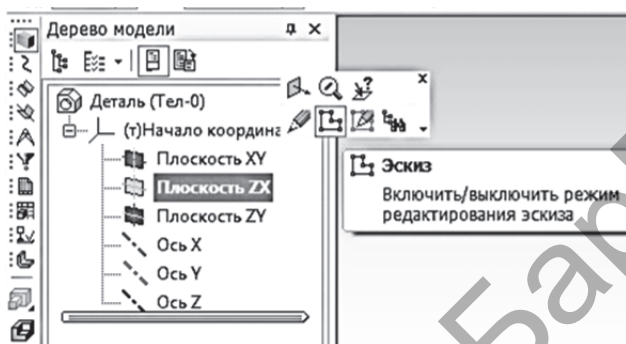

Рисунок 8.3
3. В дереве модели выберите вариант «Плоскость ZX» (рис. 8.3), щёлкните на кнопке «Эскиз» на панели «Текущее состояние». Плоскость ZX станет параллельной экрану.